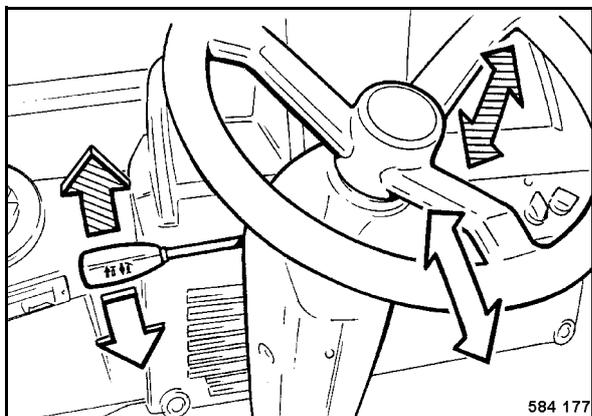

Рис. 72
- Регулирование по высоте рулевого колеса; потянуть рычаг (Рис. 72) вверх и отрегулировать высоту рулевого колеса.